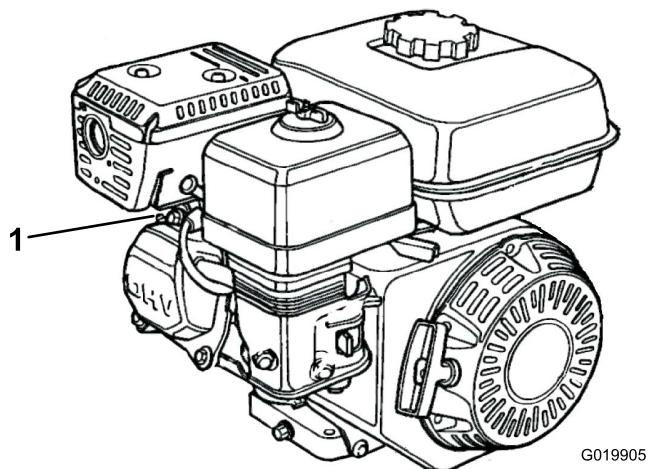

Figure 32
1. Débranchez le fil de la bougie (Figure 32).